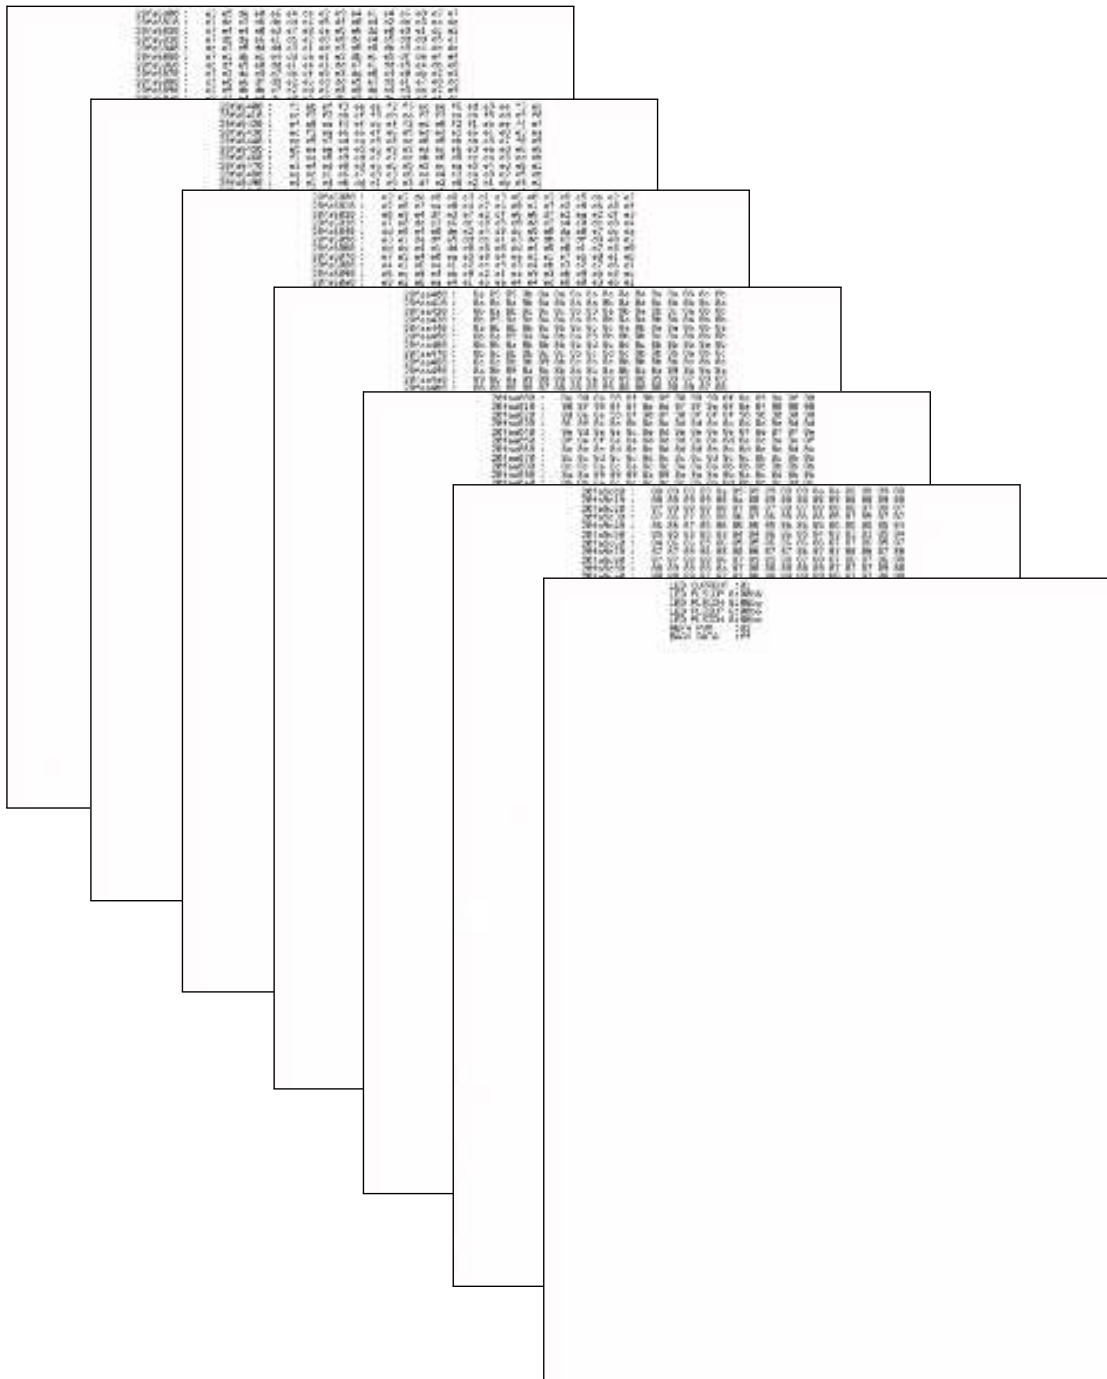

图 5-1
- (1) 对于黑白扫描，请对原稿进行黑白复印。对于彩色扫描，请对原稿进行彩色扫描。
- (2) 在维修模式初始阶段依次按 [0] 和 [5] 键。液晶显示屏上出现 " 正在打印 " 的字样。设备打印出包含下列内容的扫描补偿数据列表 (请参阅图 5-1)。